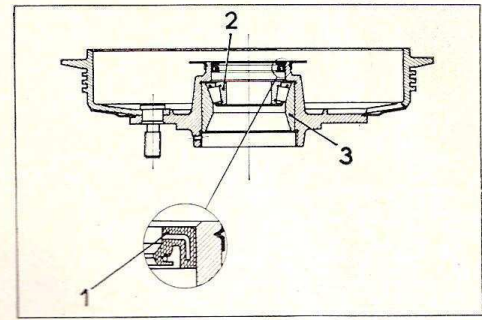

Fig. F 4.
— Mettre en place à la presse le joint d'étanchéité (1) (Fig. F.4).